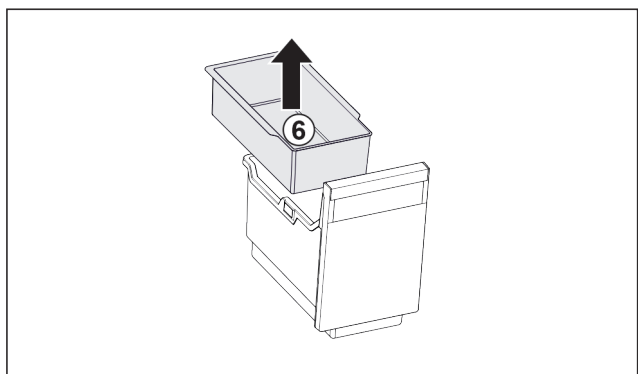

Fig. 34
- ▶ Retirar la bandeja suspendida Fig. 34 (6).